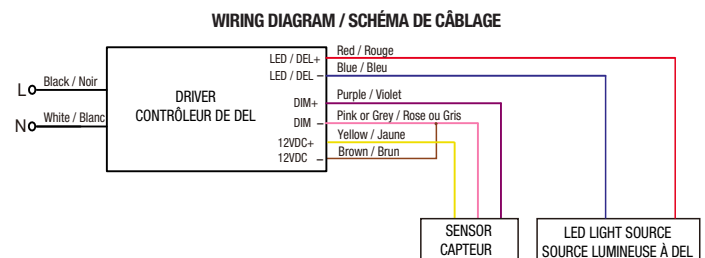

Fig. 4
4. Make the wiring connections as shown in WIRING DIAGRAM, Fig. 4.
4. Effectuer les connexions de câblage comme indiqué dans le SCHÉMA DE CÂBLAGE, Fig. 4.